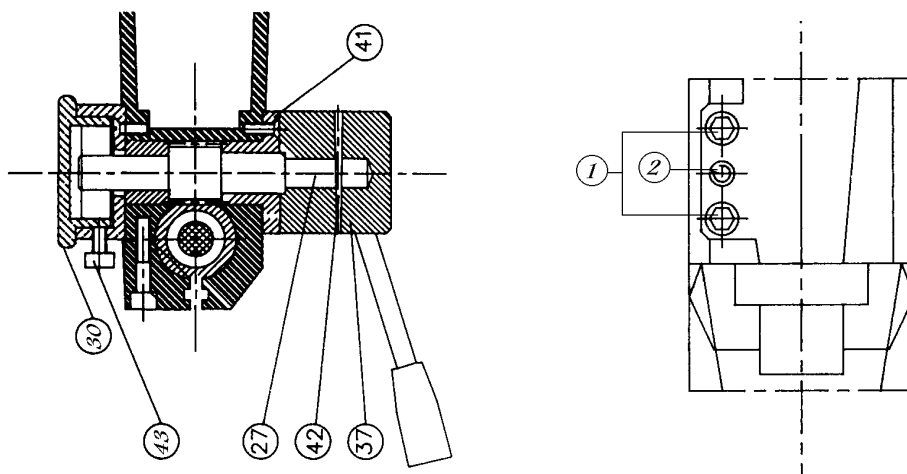

FIG.2
3.2 REGLAGE DU RESSORT DE RAPPEL DE BROCHE (FIG.2)
Pour régler ce ressort desserrer la vis (43 fig.2) d'une main en tenant le couvercle (30 fig.2) de l'autre main ; faire ensuite tourner le couvercle dans le sens qui convient pour tendre plus ou moins le ressort puis serrer de nouveau la vis (43 fig.2).
3.3 REGLAGE DU JEU DE FOURREAU (FIG.2)
Si le fourreau de la perceuse a trop de jeu ou s'il coulisse trop difficilement, le régler en agissant sur les vis (1 fig.2) et sur la vis sans tête (2 fig.2). Si le fourreau coulisse difficilement, desserrer les vis, serrer la vis sans tête et resserrer les vis. Si le fourreau a trop de jeu, effectuer la même opération en desserrant la vis sans tête au lieu de la serrer.